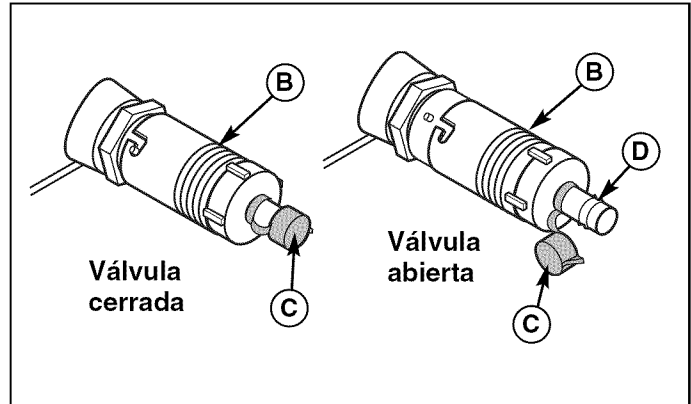

Figura 17. Válvula de drenaje de aceite
2. Suelte o retire la varilla para medición del nivel (A).
3. Limpie la válvula de drenaje de aceite (A, Figura 17) y cubra (B) con una toalla de papel o trapo.